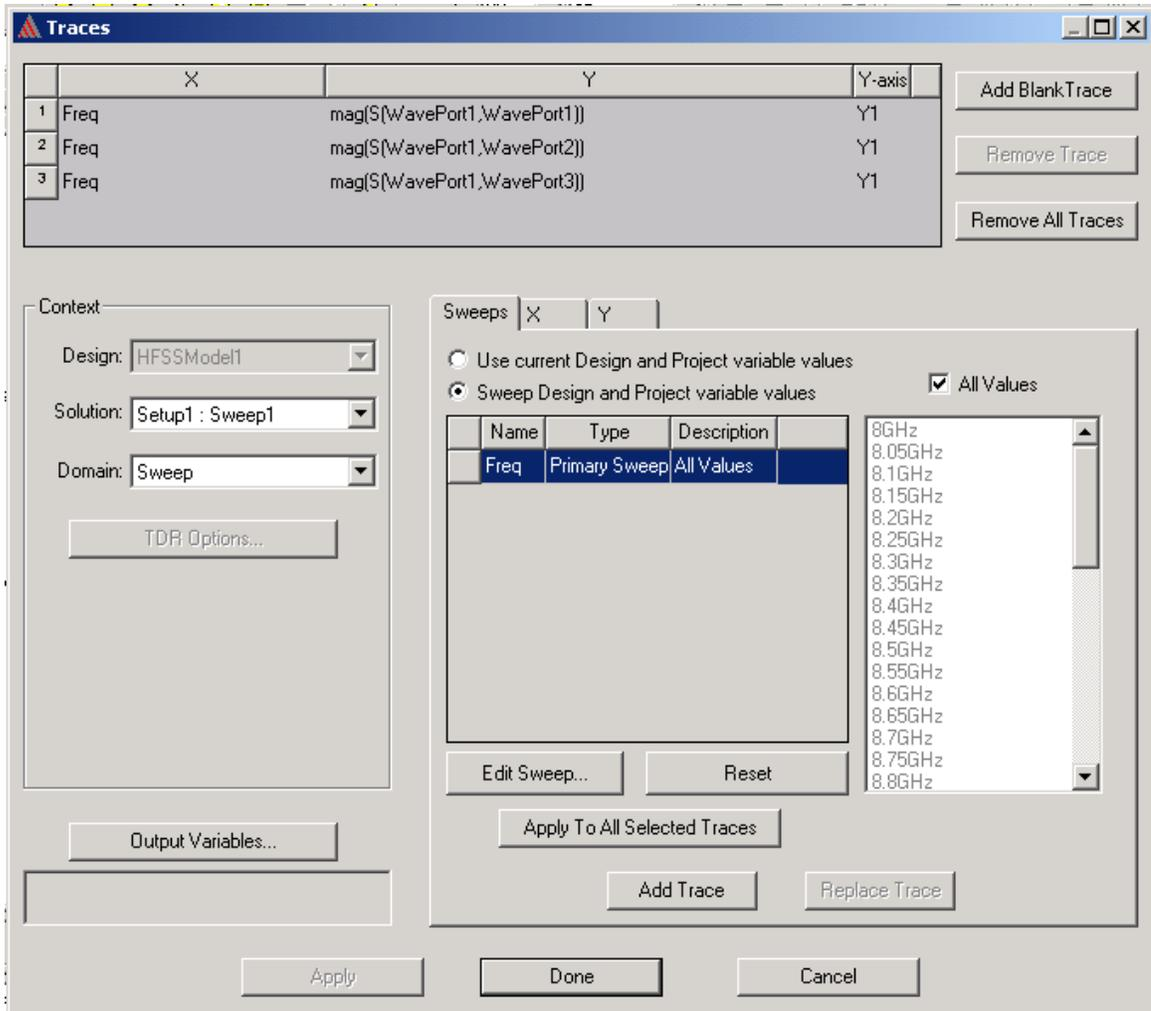

Рис. 7.39. Установка первичного параметра свипирования *Primary Sweep* (частота *Freq*) для вывода на ось *X*
6. Нажмите закладку **Sweeps**. Первичная изменяемая переменная Freq, содержит точки частот, в которых выполнено решение (рис. 7.39).